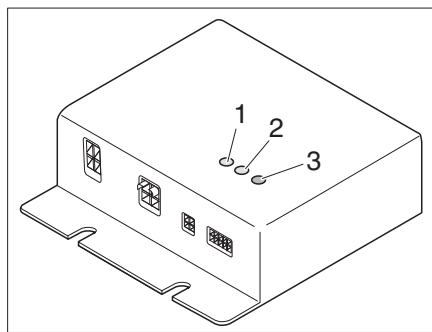

Fig. 303 Aparato regulador
El aparato regulador (Fig. 303) está montado en el armario ropero. Las luces de control del aparato regulador tienen el siguiente significado:
- El LED de control (Fig. 303,1) CC1 se enciende verde: El circuito de calefacción 1 está en funcionamiento
- El LED de control (Fig. 303,2) CC2 se enciende verde: El circuito de calefacción 2 está en funcionamiento
- LED de error (Fig. 303,3)